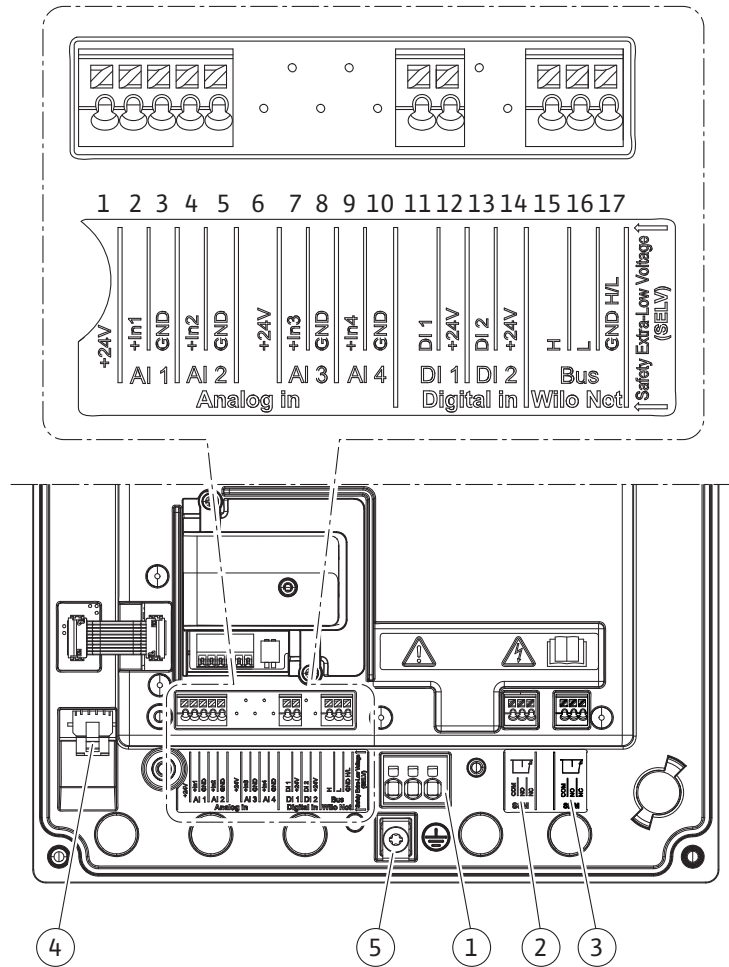
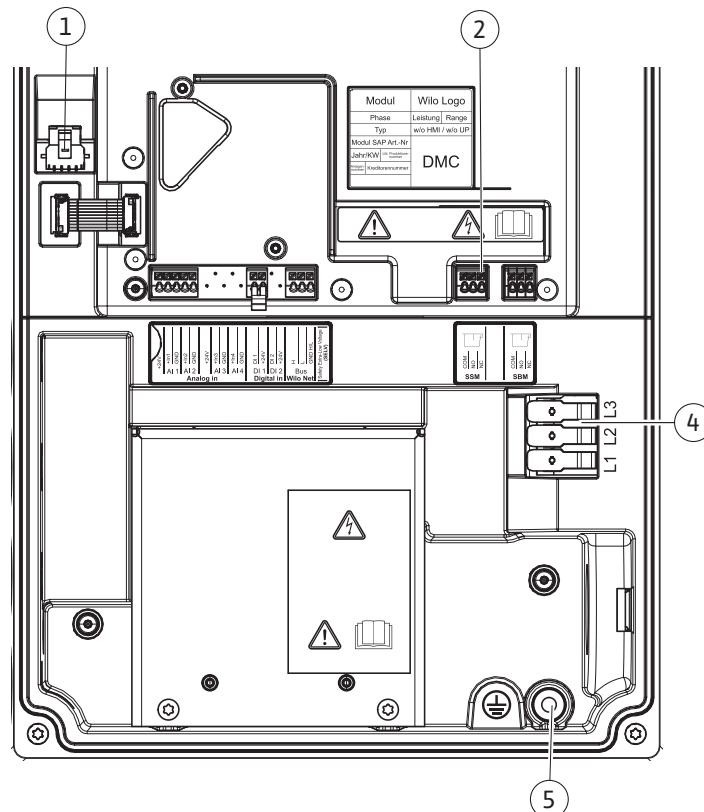

Fig. 25: Overzicht klemmen in de module (0,37 kW ... 7,5 kW)
Fig. 26: Overzicht klemmen in de module (11 kW ... 22 kW)
Netaansluiting Fig. 25, Pos. 1 Fig. 26, pos. 4
Aardingsschroef Fig. 25 en 26, pos. 5